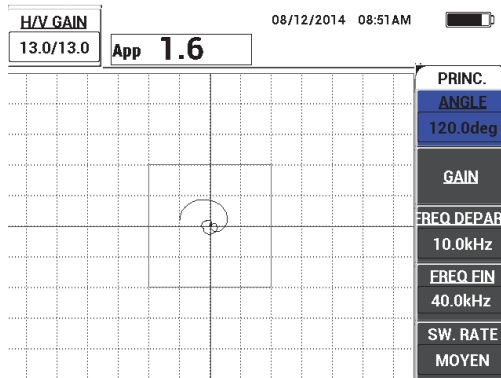

Figure 6-19 Tracé entre deux divisions
- Placez les extrémités de la sonde sur une zone sans défauts de la pièce, appuyez sur la touche **GAIN (dB)**, et puis utilisez la molette pour régler le gain jusqu'à ce que le tracé se situe entre deux divisions de la boîte d'alarme (voir la Figure 6-19 à la page 148).